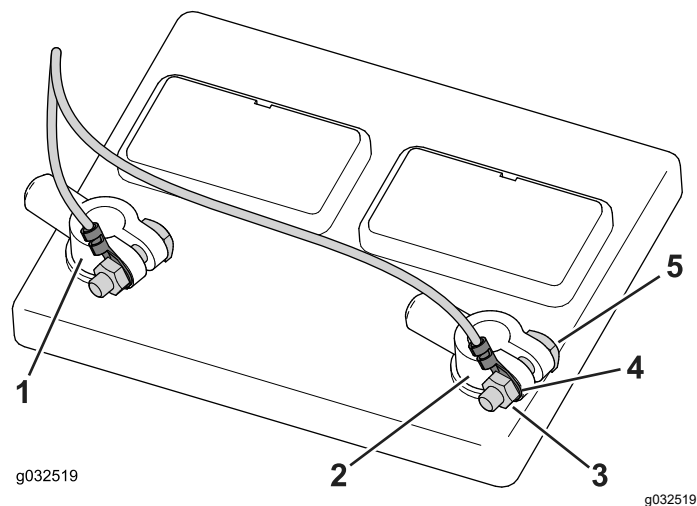

Figura 44
- Afloje y retire la abrazadera del borne negativo y luego la abrazadera del borne positivo de la batería (Figura 44).
- Retire las tuercas de los pernos de los bornes (Figura 44).
- Instale el conector del terminal negativo (cable negro) sobre el perno del borne negativo y sujételo provisionalmente con la tuerca (Figura 44).
- Instale el conector del terminal positivo (cable rojo) sobre el perno del borne positivo y sujételo provisionalmente con la tuerca (Figura 44).
- Instale la abrazadera del borne positivo en el borne positivo de la batería, y luego la abrazadera del borne negativo en el borne negativo de la batería (Figura 44).